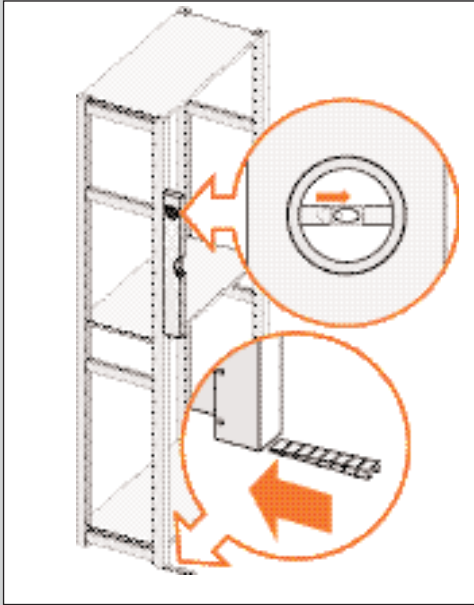

ABBILDUNG 36
1. Bringen Sie das Regal erneut in eine lotrechte Position, weil der Boden an dieser Stelle anders sein kann als an der Stelle, an der die Rückwand montiert wurde (siehe die Beispielaufstellungen in Abb. 36 und 37).